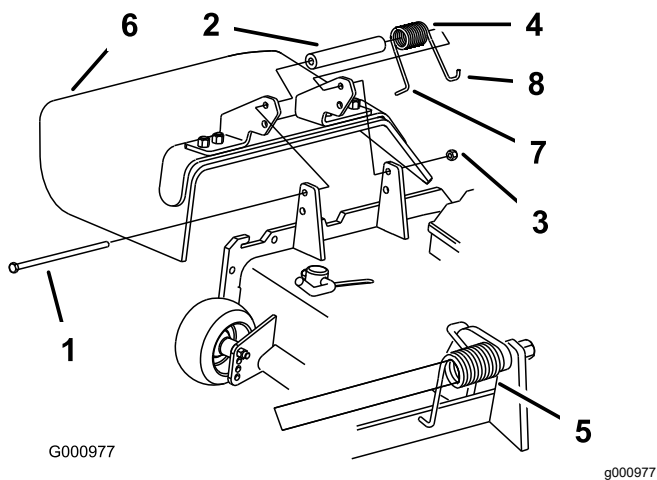

Figura 28
2. Retire la contratuerca, el perno, el muelle y el espaciador que sujetan el deflector a los soportes de pivote (Figura 28). Retire el deflector de hierba dañado o desgastado.
Nota: Asegúrese de colocar el extremo en L del muelle detrás del reborde de la unidad de corte antes de instalar el perno, según se muestra en la Figura 28.
4. Instale el perno y la tuerca. Coloque el gancho en J del muelle alrededor del deflector de hierba (Figura 28).